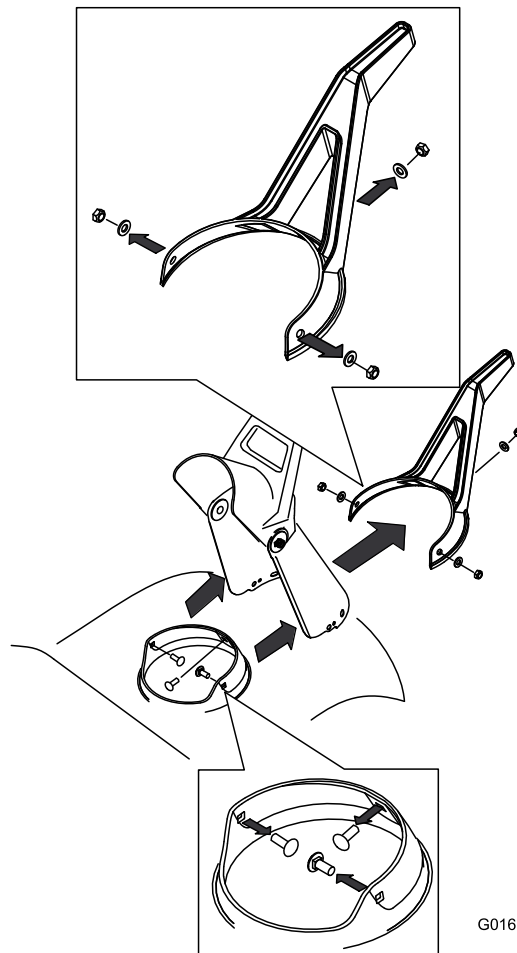

Figura 30
3. Retire el conducto de descarga, retirando los tres tornillos que sujetan el conducto y los tornillos que sujetan la junta del conducto (Figura 30).